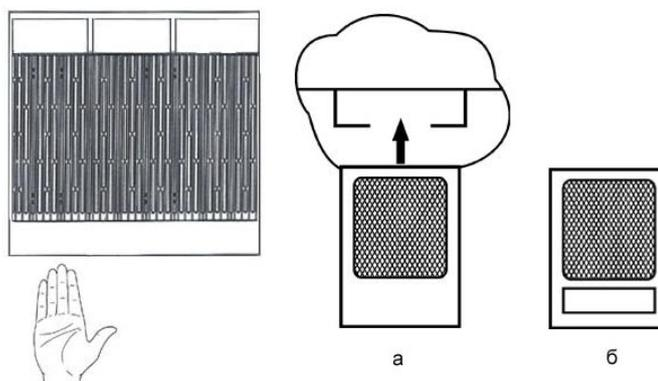

Рис. 2. Извлечение и установка воздушного фильтра.
- Приподнимите устройство (в случае настольной версии) и вставьте руку под корпус, как показано на рис. 2.
- Возьмитесь за ручку-выемку на фильтре (рис. 2б), потяните вниз, а затем с усилием потяните на себя.
- Возьмите фильтр, как показано на рис.2а и вставьте его в направляющие.